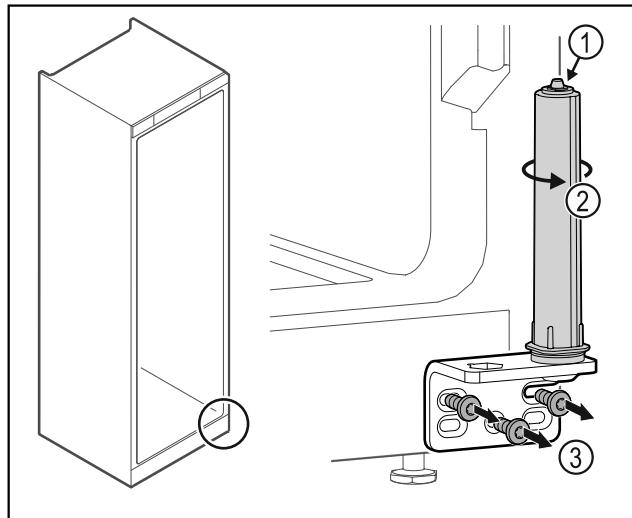

Fig. 36
- Ne rastavljajte sustav zatvaranja vrata Fig. 36 (1).
- ▶ Okrećite sustav zatvaranja Fig. 36 (2) dok ne klikne.
- ▶ Odvignite kutne šarke Fig. 36 (3).